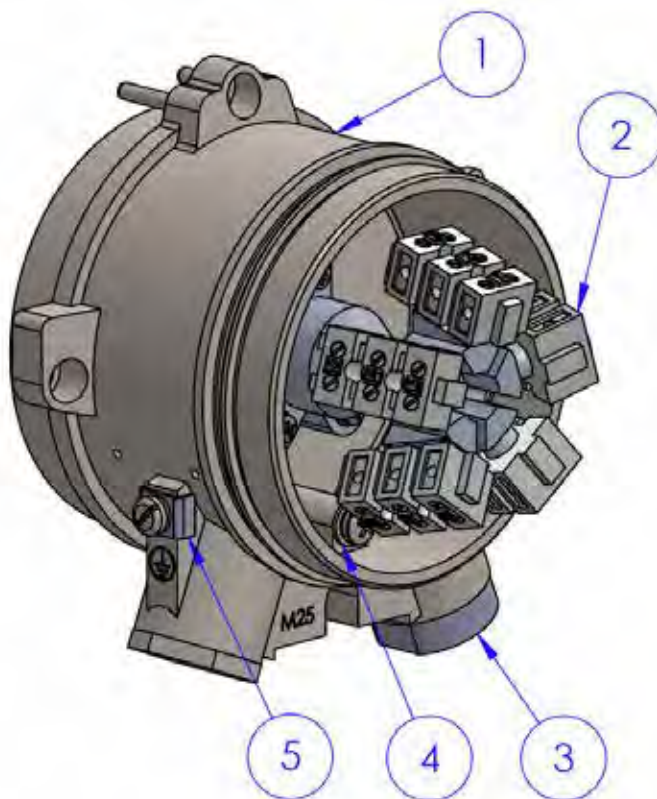

Рис. 7. Извещатель со снятой крышкой
- 5 Подсоединить провода к соответствующим зажимам согласно схеме (Рис. 7 и Табл. 1).
- 8 Проверить надежность механического соединения проводов и аккуратно прижать их к зажимам, чтобы они не мешали закрыть заднюю крышку (Рис. 7).